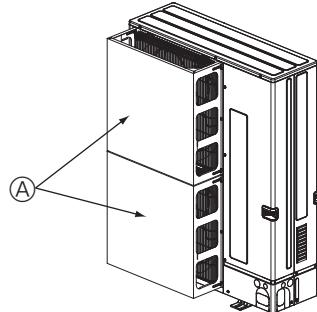

Fig. 2-5
- ② Installeer een optionele luchtbeschermingsleider als de unit is geïnstalleerd op een plek waar sterke winden van een tyfoon enz. rechtstreeks de luchtauitlaat kunnen binnendringen. (Fig. 2-5)